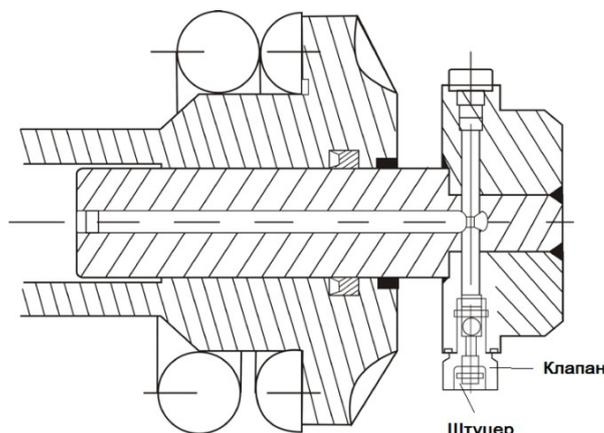

Рис. 2.15 Схема ослабления гусеницы
1) Не заглядывайте в отверстие на боковой стороне (Рис. 2.15), т.к. смазка находится под высоким давлением и это может быть травмоопасно.